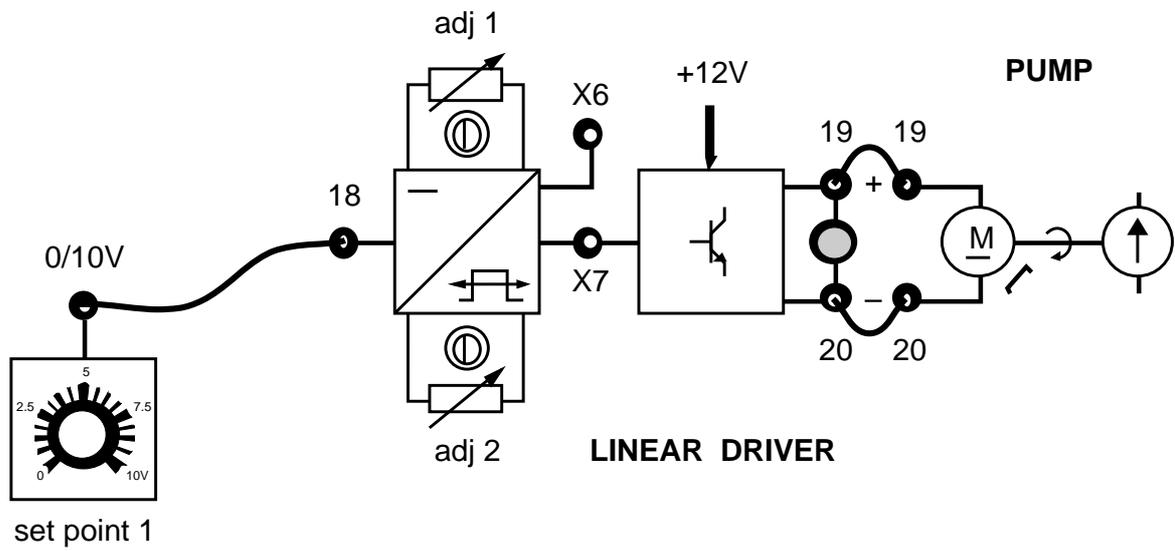
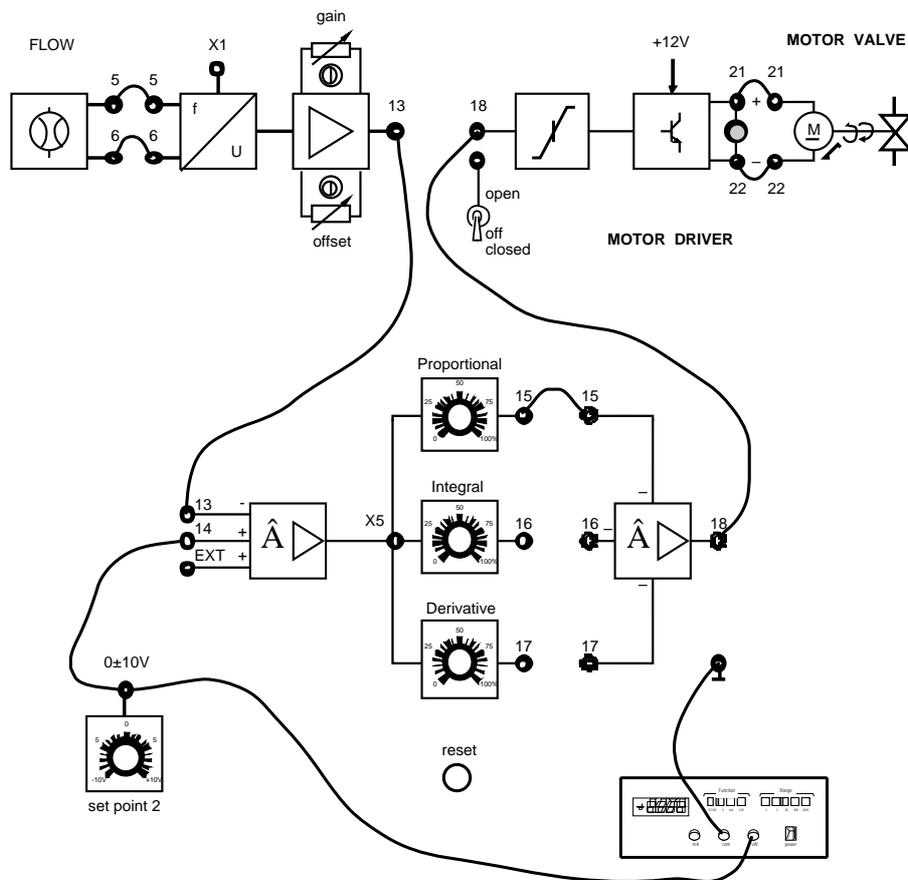

Fig. 14.1
Fig. 14.2
Una vez asegurado el conocimiento de los prerequisites, entrega al alumno la Ficha 14.1 que representa el cableado del control (fig. 14.1 y fig. 14.2) y prepara el panel de simulación del proceso de la siguiente manera.
- 1) Conectar, mediante cables, el casquillo 19 del LINEAR DRIVER al casquillo 19 y el casquillo 20 al 20 (ficha 14.1 fig. 14.1).
- 2) Conectar el casquillo del SET POINT 1 al casquillo 18 del LINEAR DRIVER (ficha 14.1 fig. 14.1).
- 3) Apretar el interruptor general (ON).
- 4) Conectar el casquillo 5 del Sensor de capacidad al casquillo de la respectiva interface y el casquillo 6 al 6 (ficha 14.1 fig. 14.1).
- 5) Conectar el casquillo del SET POINT 2 al casquillo 14 del regulador PID y el casquillo 13 del interface del sensor de capacidad al casquillo 13 del regulador PID (ficha 14.1 fig. 14.2).
- 8) Conectar el casquillo 21 del MOTOR DRIVER con el casquillo 21 y el casquillo 22 con el 22 (ficha 14.1 fig. 14.2).
- 9) Conectar el casquillo 15 del regulador PID al casquillo 15 y el casquillo 18 al 18 del MOTOR DRIVER (ficha 14.1 fig. 14.1).